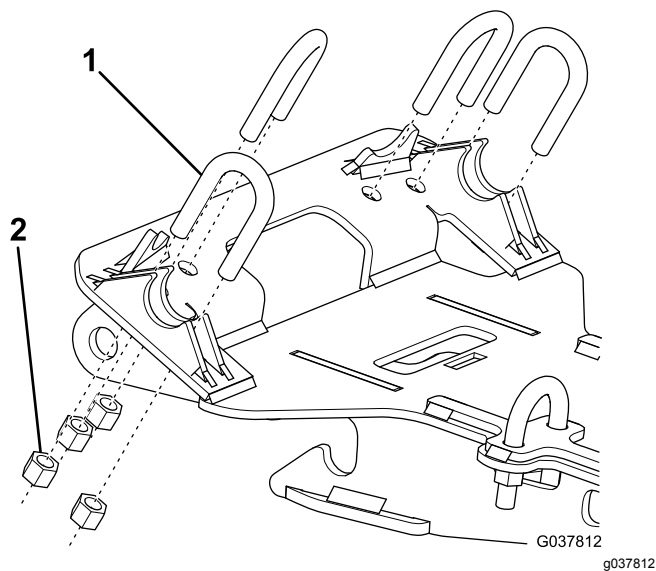

Figure 3
7. Utilisez les 4 étriers filetés courts et les 8 contre-écrous pour fixer légèrement l'avant de la plaque de protection au cadre du véhicule (Figure 3).